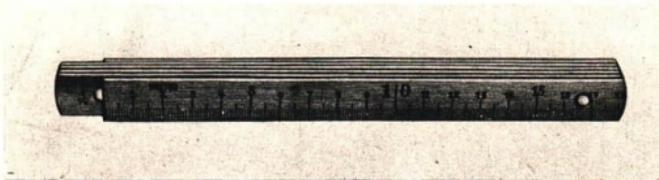

Abb. 10. Gliedermaßstab, das gebräuchlichste Gerät für Längenmessungen. Die einzelnen Teile, Glieder, können zu einem Stabe auseinandergeklappt werden.
1. Maßstab, Meterstab, Gliedermaßstab. Längen messen wir mit einem *Maßstab* oder mit einem *Meterstab* aus Holz, seltener mit einem solchen aus Metall. Tischler und Zimmerleute benutzen meist den zusammenklappbaren *Gliedermaßstab* (Abb. 10), der auch noch vielfach *Zollstock* genannt wird.